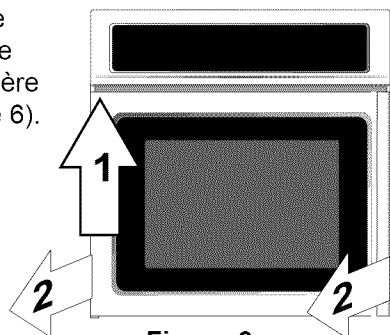

Figure 6
- 6.1.2. Soulevez la porte afin de dégager le pivot de la charnière inférieure (Figure 6).
- 4** Insérez le four dans l'armoire. Glissez-le en laissant $1\frac{1}{2}$ " (3,8 cm) d'espace entre le four et l'armoire (voir Figure 6). Tirez le câble d'alimentation et passez-le par le trou dans l'armoire pour le diriger vers la boîte de connexion en finissant d'encaster le four à l'armoire.